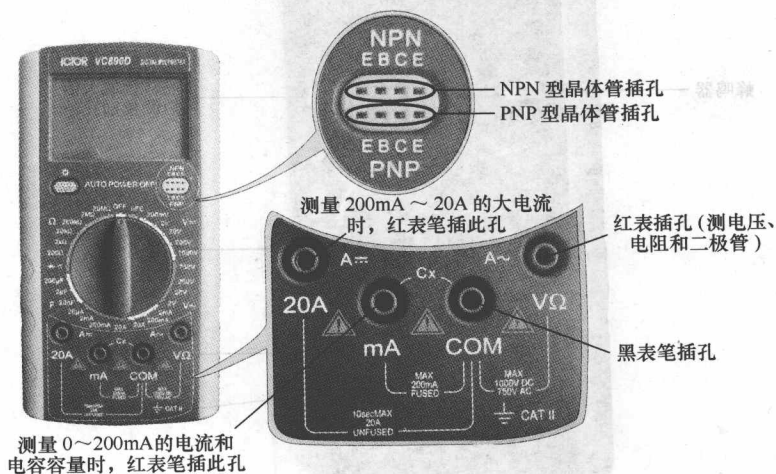

图 1-3 插孔所处位置
(3) 插孔 操作面板上有 5 个插孔, “VΩ” 为红表笔插孔, 在测量电压、电阻和二极管时使用; “COM” 为黑表笔插孔; “mA” 为小电流插孔, 用于测量 0 ~ 200mA 电流时使用; “20A” 为大电流插孔, 用于测量 200mA ~ 20A 电流时使用; 中部右上部有晶体管测试插孔, 用于测量晶体管时相关参数使用, 插孔在操作面板上所处位置如图 1-3 所示。